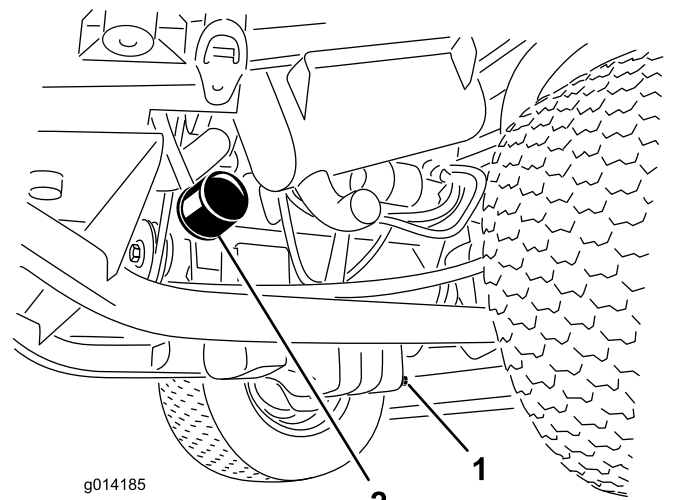

図 37
1. ドレンプラグ (図 37) を外してオイルを容器に受ける。
3. オイルフィルタ (図 37) を外す。